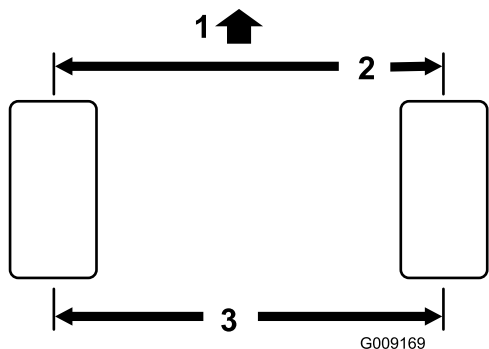

Figura 88
1. Meça a distância de centro a centro (à altura do eixo) na zona dianteira e traseira dos pneus da direção (**Figura 88**).